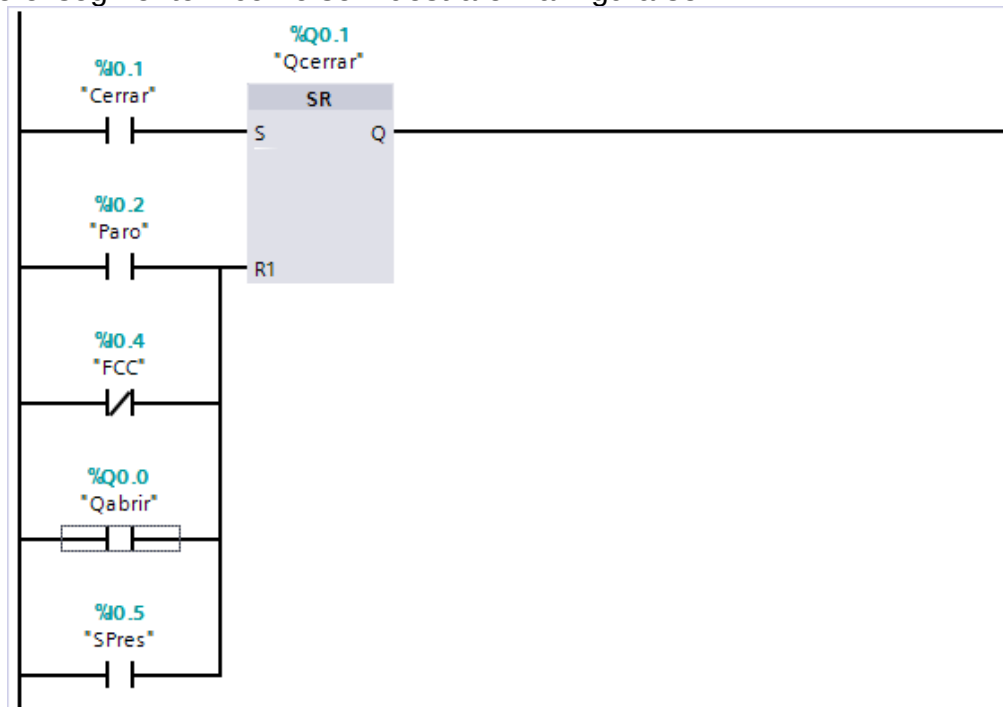

Figura 35. Segmento 2 con instrucción SR.
3. Cree el segmento 2 como se muestra en la Figura 35.